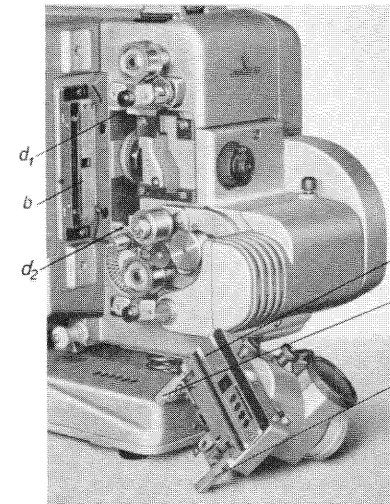
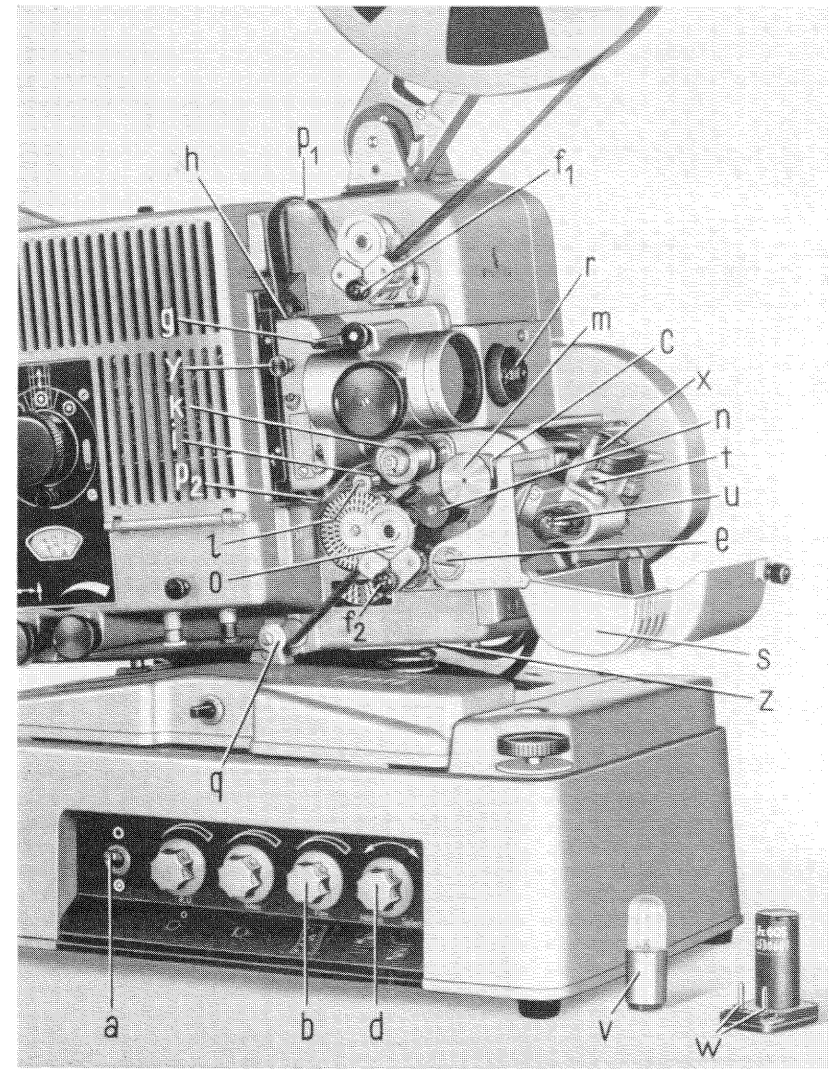

Bild 26 Projektor mit abgenommenem Objektivträger
Bild 17 Projektor mit Lichttongerät und Verstärker
an Knopf b (Bild 17) auf gewünschte Lautstärke.
Die zwischen zwei aufeinander folgenden Filmbildern liegende Trennungslinie, der Bildstrich, ist, falls auf der Bildwand sichtbar, durch Drehen an der Bildstrichverstellung y (Bild 17) aus der Bildfläche zu entfernen. Bildstrich und Bildschärfe während der Vorstellung beobachten und gegebenenfalls nachstellen.
an Knopf d (Bild 17) nach persönlichem Klangempfinden. Als Normal-einstellung kann bei durchschnittlich aufgenommenen Filmen, wie schon auf Seite 18 erwähnt, diejenige angesehen werden, bei welcher die Zeigerspitze am Knopf etwa waagrecht nach rechts zeigt. Ist die Wiedergabe in dieser Stellung zu dumpf und die Sprachverständlichkeit beeinträchtigt, so können durch Linksdrehung mehr Höhen gegeben werden. Durch Rechtsdrehung wird die Tiefenwiedergabe gesteigert.
nach Ablauf des Films zuerst Tonfilmregler b (Bild 17) am Verstärker auf 0 zurückdrehen, dann Projektor am Hauptbedienungs-knopf a (Bild 15) durch Linksdrehung bis auf Stellung »Aus« (·○) abschalten.
Gereinigt werden die am Objektivträger befestigte Andruckplatte a (Bild 26) des Filmkanals und das gegenüberliegende federnde Bildfenster b. Zur Reinigung dieser Teile wird der Objektivträger abgenommen (siehe Seite 29, Ausbau und Einbau des Objektivträgers).
Nach längerer Betriebszeit kann man durch Entfernen des Abdeckbleches z (Bild 17) das abgespritzte und auf dem Filzstreifen aufgefangene Öl durch Auswaschen mit Benzin oder Tri entfernen.
2. Hebel g (Bild 17) zum Öffnen des Filmkanals in Projektionsrichtung nach vorne legen.
1. Führungsnasen c_1 und c_2 (Bild 26) in die Nuten d_1 und d_2 einführen und Objektivträger ohne Verkanten mit beiden Händen zunächst fest an Projektor und dann nach links in Richtung Bildfenster drücken, bis Hebel g (Bild 17) hörbar einrastet.
Rastknopf b (Bild 3) niederdrücken und Gehäusedeckel s (Bild 17) des Lichttongerätes herunterklappen. Schraube t lösen und defekte Tonlampe u herausnehmen. Neue Tonlampe so einsetzen, daß Schraube t beim Anziehen in seitlich am Lampensockel befindliche Körnervertiefung v eingreift. Dann hat die Tonlampe zwangsläufig ihren richtigen Sitz.
Fotозelle hat Doppelstecker w (Bild 17). Sie wird aus ihrem Sitz herausgezogen und die neue in gleicher Weise eingesteckt.